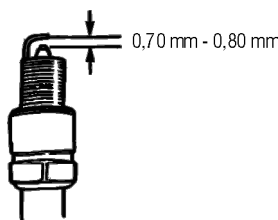

Fig. 26 – folga da vela
- 7 – Para um correto funcionamento, a folga da vela deve estar entre 0,70 mm e 0,80 mm (fig. 26).